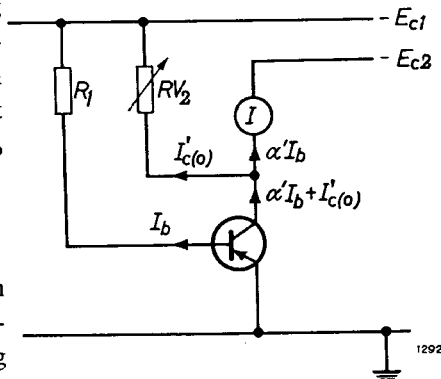

Fig. 3
3. Het meten van de stroomversterking α' (Fig. 3)